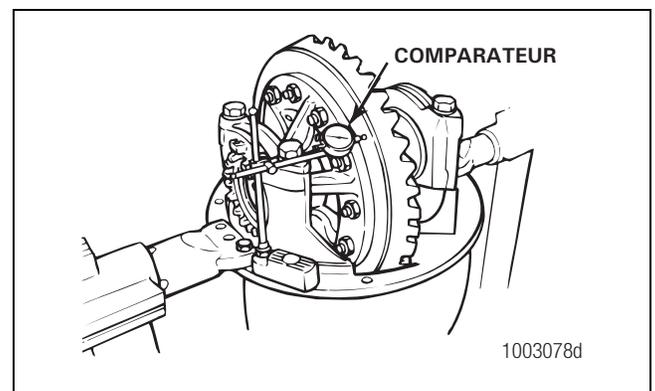

Figure 5.54
1. Fixer un comparateur sur le flasque de la tête de pont et placer le toucheau contre la face arrière de la couronne. Figure 5.54.